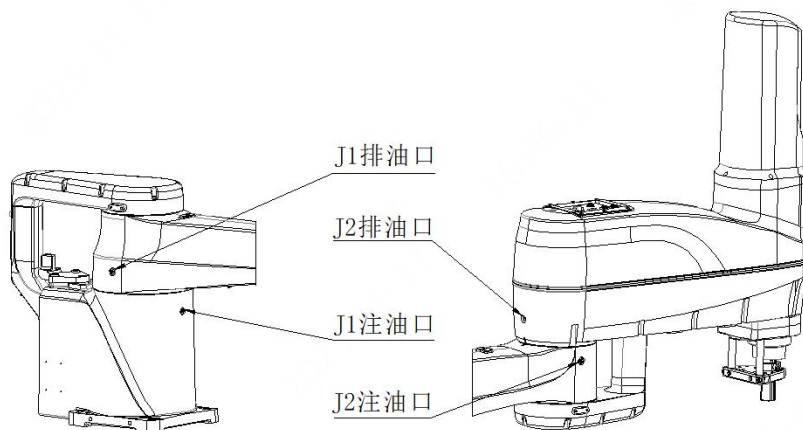

图 4-1 机器人油口位置图
- 2) 拆下润滑脂供、排油口的内六角螺塞 M10*1, 见图 4-1。